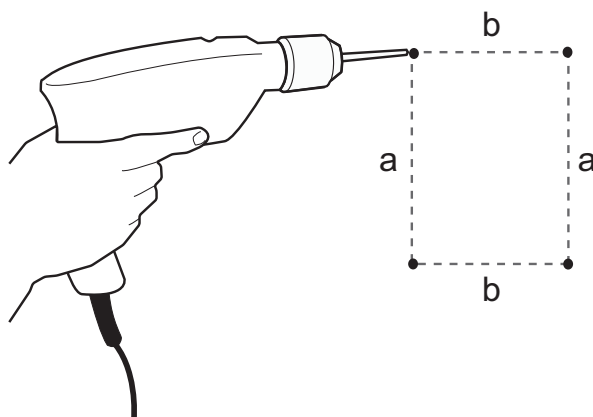

Fig. 7 Perforación de orificios en la pared
2. Perforar los orificios. Ver fig. 7.